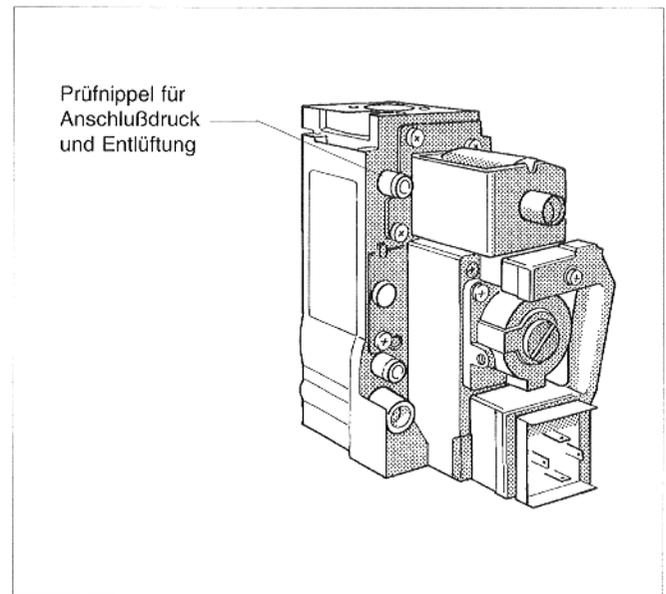

Abb. 12: Prüfnippel für Anschlußdruck und Entlüftung
- Verschlußschraube des Prüfnippels für Anschlußdruck und Entlüftung (Abb. 12) zwei Umdrehungen lösen und Meßschlauch des U-Rohr-Manometers aufstecken.